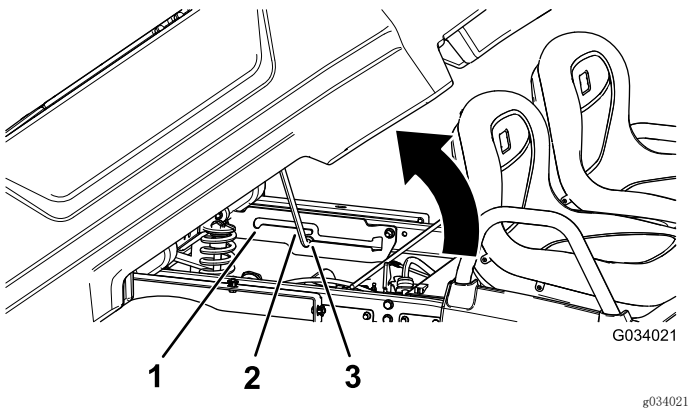

图 8
3. 将支撑杆拉入倾倒位置止动槽，将货斗固定至倾倒位置（图 8）。